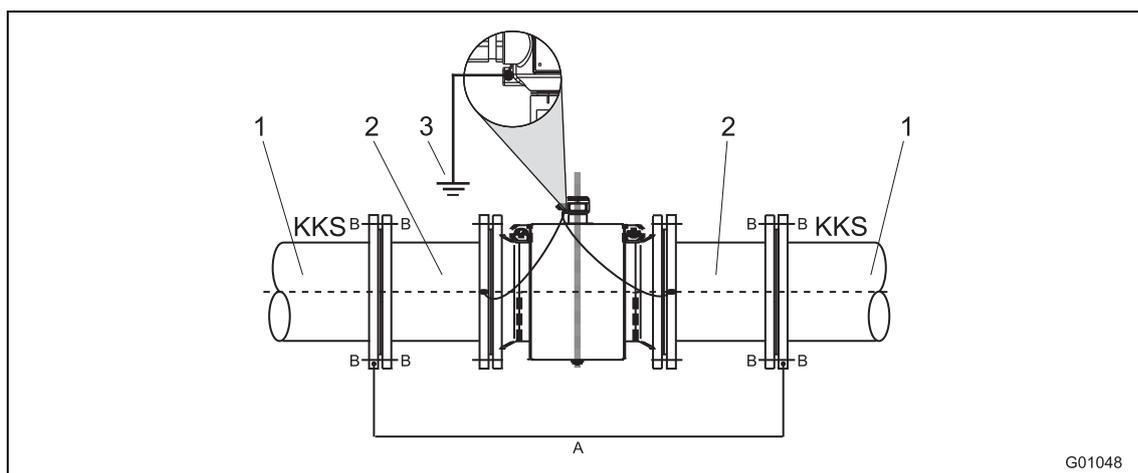

Fig. 32: capteur avec terre de service
- si des courants imposés vagabonds sont à envisager dans les tuyauteries intérieurement isolées (p. ex. en cas de longs tronçons à proximité de dispositifs d'alimentation électrique), il faut prévoir un bout de tuyauterie dénudé d'environ 1/4 de DN en amont et en aval du capteur pour faire que ces courants contournent le système de mesure (Fig. 32).
La Fig. 32 montre l'installation privilégiée avec les installations à protection anti-corrosion cathodique.